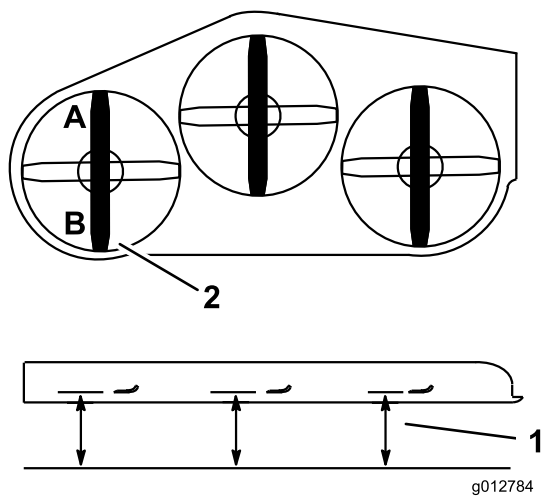

Figura 83
2. Misurate la lama sinistra al punto **A** da una superficie piana fino al tagliente della punta della lama e annotate la misura rilevata (Figura 83).
3. Misurate la lama sinistra al punto **B** da una superficie piana fino al tagliente della punta della lama e annotate la misura rilevata (Figura 83).
4. La lama del tosaerba deve essere da 6 a 10 mm più bassa al punto **A** rispetto al punto **B** (Figura 83). In caso contrario eseguite la seguente operazione.